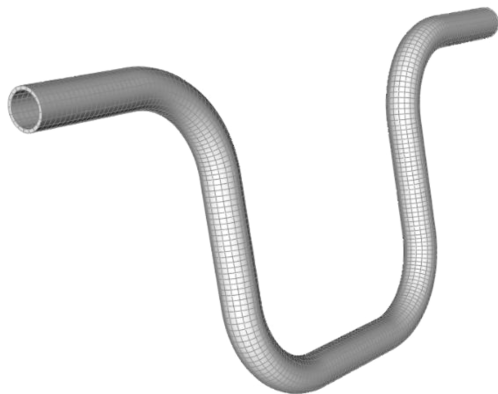

图 7-38 实体模型单元
- (2) 在工具栏中单击  数据更新。
- (3) 更新完毕后, 查看实体模型单元, 如图 7-38 所示。
- (4) 退出 ACP - Pre 环境: 【File】→【Exit】。